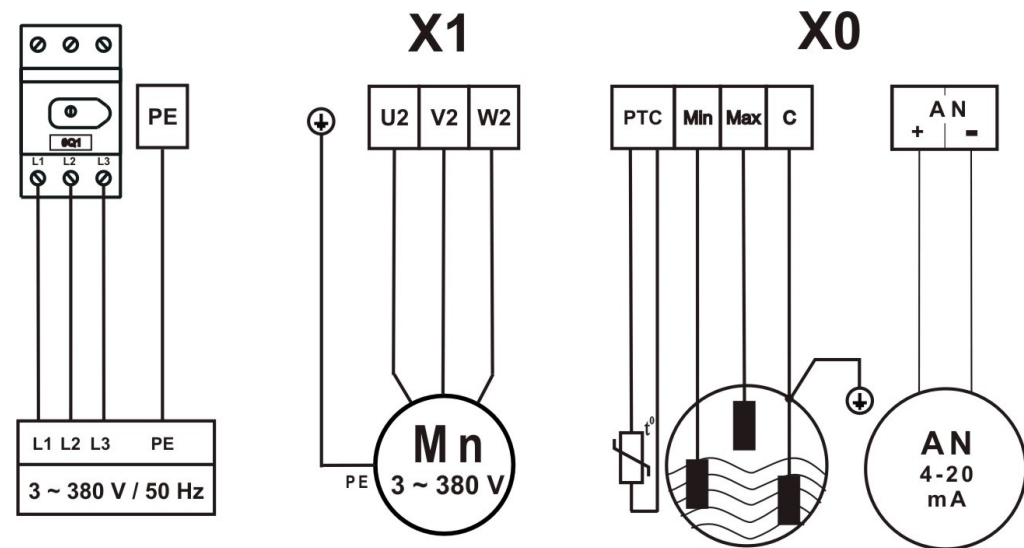

Рис. 3 Схема подсоединения сетевых контактов и клеммных колодок
- Для подключения питающей трехфазной электросети ~380 В, 50 Гц к прибору необходимо использовать соответствующий кабель и контакты основного сетевого рубильника или его клеммников и клеммника заземления (рис.3) - **L1, L2, L3, PE**
- Для подключения насоса в соответствии со значением номинального тока подключаемого двигателя (указывается на шильдике двигателя насоса) по Таблице 5 установить сечение токопроводящих жил кабеля "прибор - двигатель насоса". Соответствующим кабелем подключить клеммы трехфазного двигателя насоса **U-V-W, PE** и клеммы терморезистора **PTC/WSK** к соответствующим клеммам колодки X1 (рис.3), расположенной на синус-фильтре. Для насосов не имеющих защиты двигателей PTC контакты клеммной колодки PTC необходимо соединить перемычкой.